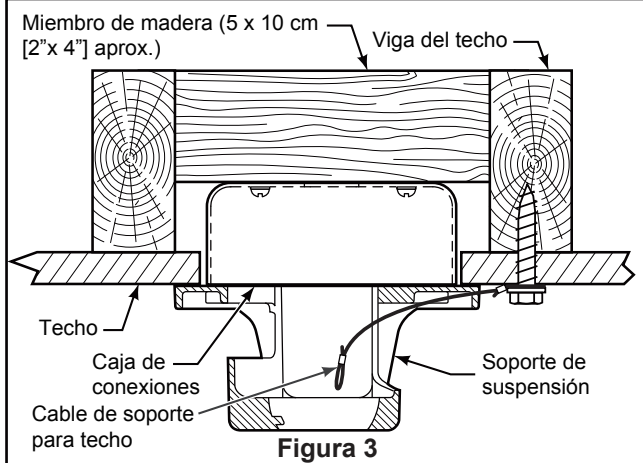

Figura 3
3. Afloje los dos tornillos de fijación del soporte del barral de soporte para techo a través de la varilla. Introduzca los cables de color negro, blanco, azul cables y cable de seguridad a través de la varilla. (Figura 3)
1. Perfore un orificio de 1/4" en la estructura del edificio para evitar grietas con la instalación del tornillo de intervalo. Utilice el tornillo de intervalo de 3/8"x 2" y la arandela plana para fijar el cable de seguridad a la viga del techo o a la estructura de madera. Dicho tornillo pasará a través de arandela plana, la presilla del cable de seguridad y se fijará en la estructura del edificio. (Figura 3)
- NOTA:** el cable de soporte para techo no se puede asegurar solamente a la caja de conexiones; se debe asegurar directamente a la viga de techo o miembro estructural con el tornillo de cabeza cuadrada de 3/8"x2" y la arandela plana. (Figura 3)